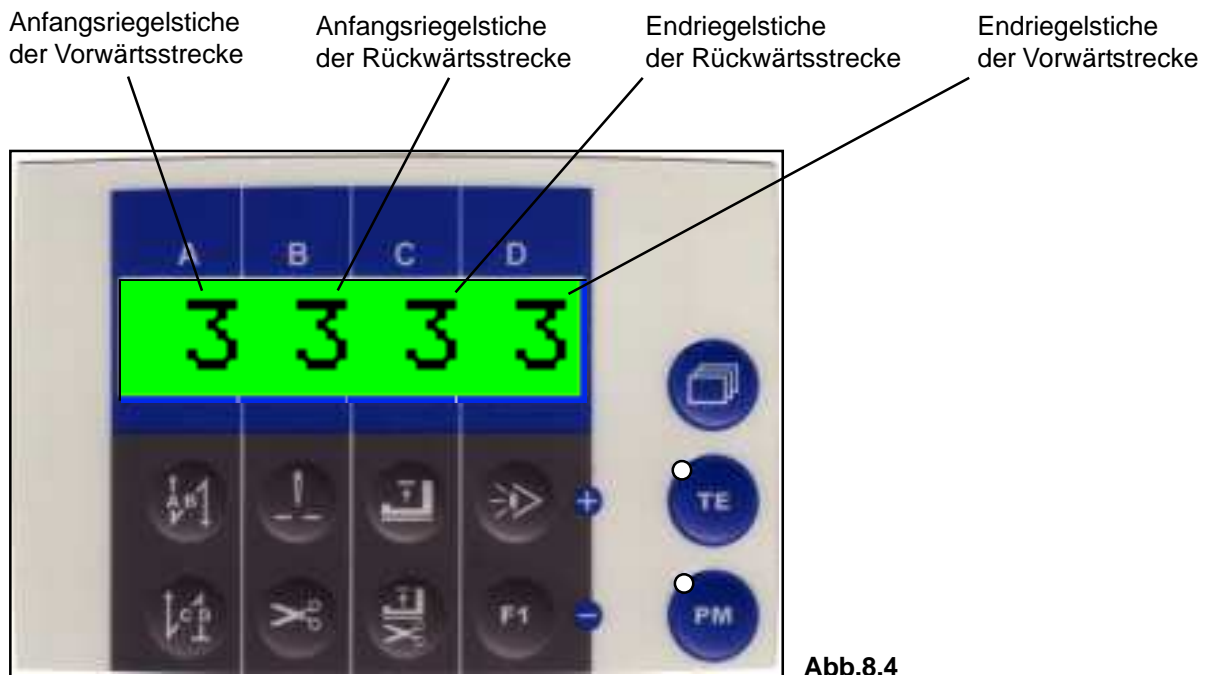

Abb.8.4
- 4.2 Blättern-Taste drücken bis die Anzeige **Abb.8.4** erscheint